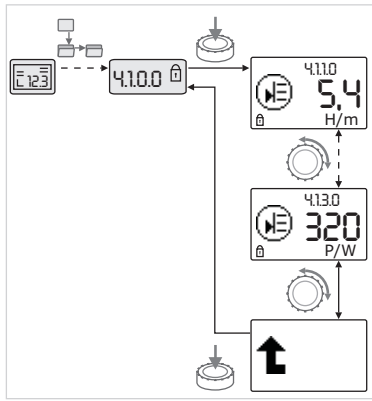

Fig. 39: Informacijos iškviatimas
- Sukant valdymo mygtuką, valdomi esamo submeniu „Informacija“ tipo meniu elementai (žr. Fig. 39). Simboliais vaizduojamų nuostatų paaiškinimą žr. lentelėje skyriuje 8.7 „Ataskaitos meniu elementai“ 39 p.